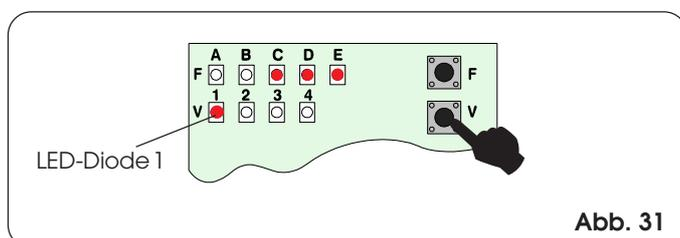
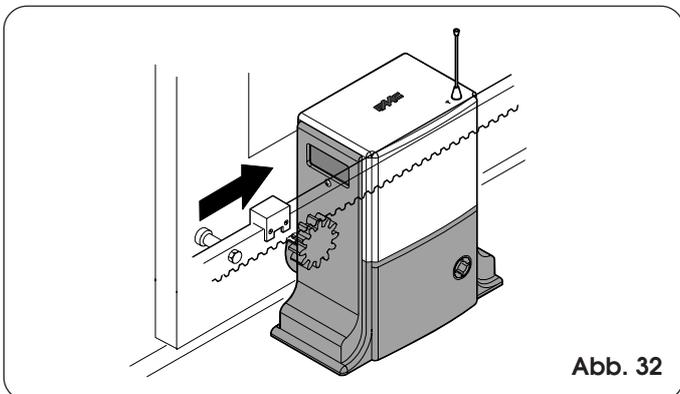
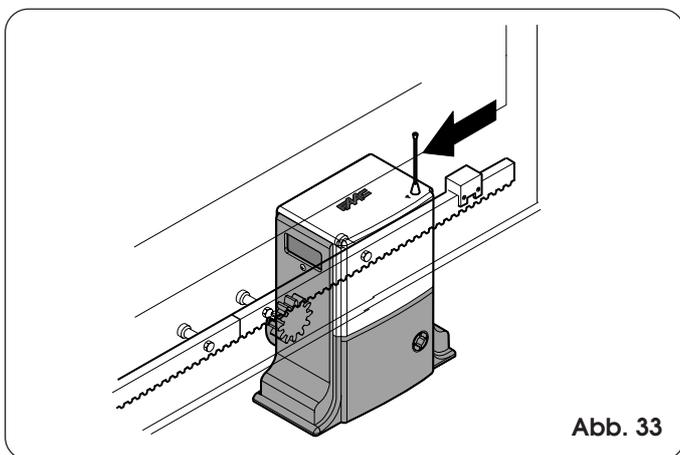

Abb. 31
Abb. 32
Abb. 33
- Durch Drücken der Taste P2 (Abb. 31 und Kap. 8.4) wird die Funktion Status der Eingänge erreicht.
- Den Magnet auf der Zahnstange verschieben (Abb.32), bis die LED-Diode 1 auf der elektronischen Karte sich ausschaltet (Abb. 31).
- Den Magnet auf der Zahnstange verschieben (Abb.33), bis die LED-Diode 1 auf der elektronischen Karte sich ausschaltet (Abb. 31).